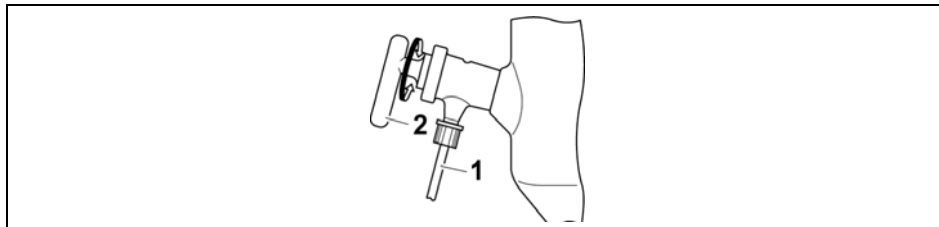

Fig. 4-23: Manguera conductora
El sistema se puede ventilar mediante el macho de grifo (Fig. 4-23 (2)) del tubo conductor:
- ➔ Girar el macho de grifo (Fig. 4-23 (2)) del tubo conductor lentamente hacia arriba.